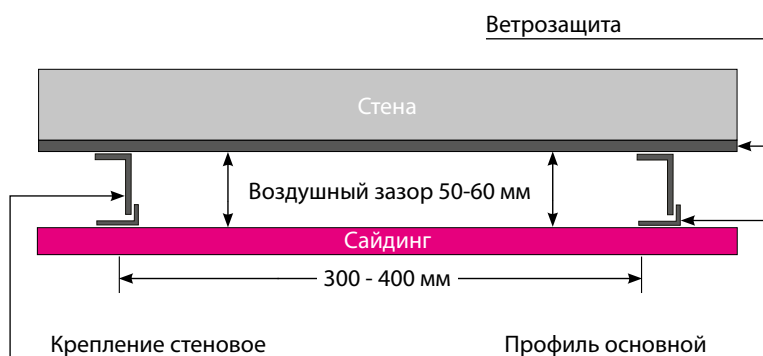

рис. 1
Сайдинг, софиты и доборные элементы монтируются на обрешетку. Для монтажа винилового сайдинга Grand Line® производителем рекомендуется использовать фасадную подсистему Grand Line. Для горизонтальной обшивки фасадная подсистема Grand Line монтируется вертикально, для вертикальной обшивки - горизонтально на расстоянии 300-400 мм по осям (рис. 1 и 2). Также профили устанавливаются полностью вокруг дверей, окон и других проемов, во всех углах и наверху, и внизу зашиваемой поверхности. Чтобы создать ровную поверхность стены для обшивки и избежать волнистых поверхностей, обрешетка выравнивается при помощи стеновых креплений.
- ▷ смонтируйте обрешетку, используя фасадную подсистему Grand Line® (рис.1)